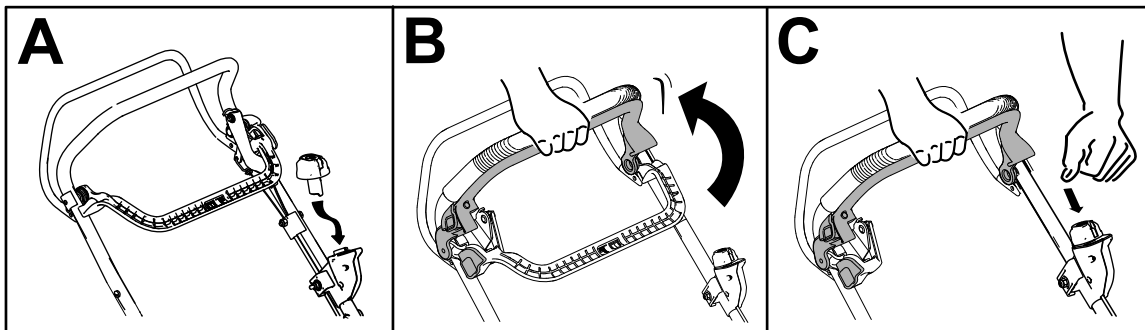

Figura 14
2. Introduceți butonul de pornire electrică în comutatorul demarorului (A din Figura 14).
3. Strângeți bara de comandă pentru lamă și ineți-o strânsă spre mâner (B din Figura 14).
4. Apăsăți butonul de pornire electrică și menineți-l apăsat până când pornete motorul (C din Figura 14).